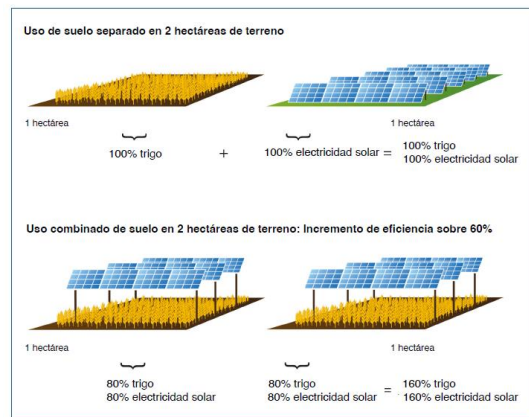

Figura 1: Comparación entre sistema FV convencional y agrivoltaico.
El concepto de Agrivoltaica o AgriPV, surge de la combinación de agricultura y tecnología solar fotovoltaica (FV) en el mismo terreno. Ha surgido como un enfoque tecnológico que busca mitigar los conflictos entre la producción de energía solar y agrícola, proporcionando beneficios mutuos y valor añadido a cada sector. Los sistemas AgriPV buscan aumentar la eficiencia en el uso del suelo, adaptándose a los desafíos del cambio climático, la escasez hídrica y la necesidad de diversificar la producción agrícola y energética. Tal como se muestra en la Figura 1, mediante ajustes en la altura y distribución de los paneles solares, es posible mantener la producción agrícola bajo o entre las hileras, optimizando así el uso del suelo.